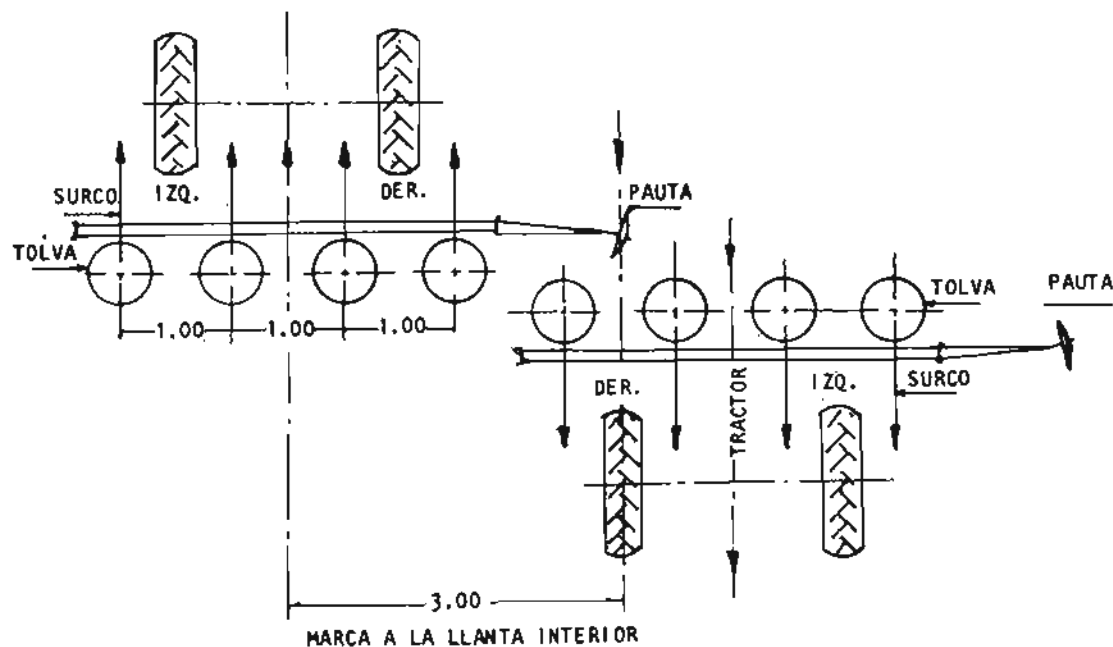

Fig. 6
- Para marcar la rueda interior debe ser igual a tres veces la distancia entre surcos (fig. 6).